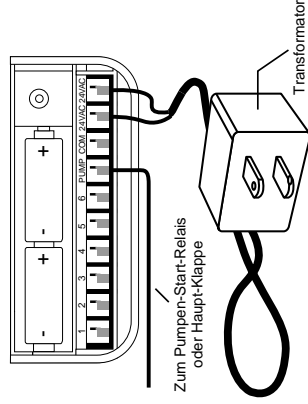

ABB. 20: Anschluß des Pumpenrelaisers und des Hauptventils am Transformator
- Schließen Sie den Transformator an [siehe Abbildung 20].